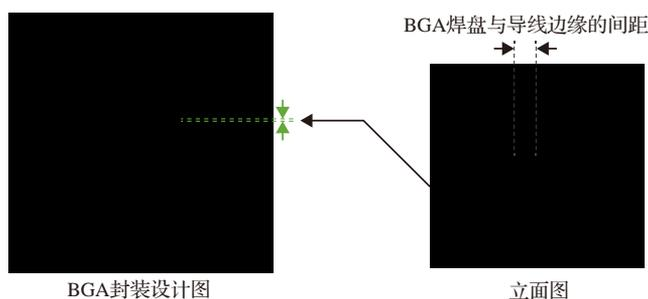

图 5-58 练习题 12 图
12. 焊盘与导线边缘的间距太小 (见图 5-58), 加工时容易出现蚀刻夹膜短路等隐患, 影响产品良率。为保证间距, 嘉立创 CAM 工程师可能会对焊盘进行削铜处理, 导致实物板焊盘不完整。为达到提高产品良率, 保证焊盘完整性, 避免影响后续元器件焊接的目的, 嘉立创建议电子工程师在设计铜厚为 1oz 的多层板时, BGA 焊盘与导线边缘的最小间距应不小于以下哪个参数? ( )